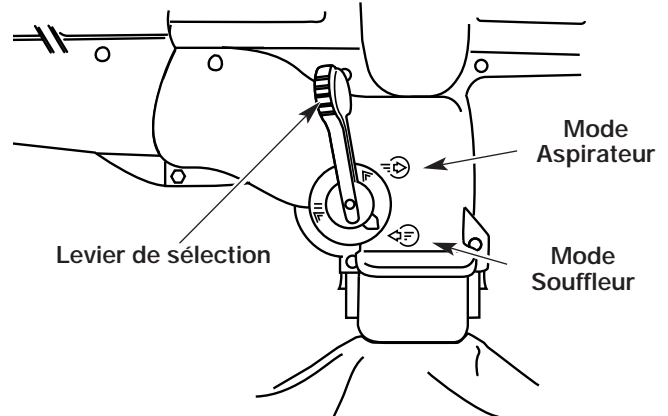

Fig. 14
2. Mettez le levier de sélection souffleur/aspirateur en position haute (mode Souffleur) (Fig. 14).